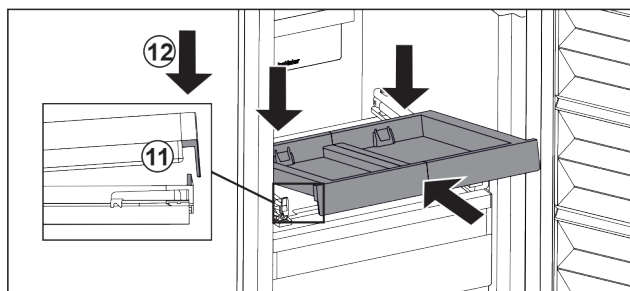

Fig. 105
- Inserire in modo inclinato. Assicuratevi che l'arresto sia dietro la linguetta su entrambi i lati. Fig. 105 (11)
- Abbassare il ripiano estraibile nella parte anteriore. Fig. 105 (12)